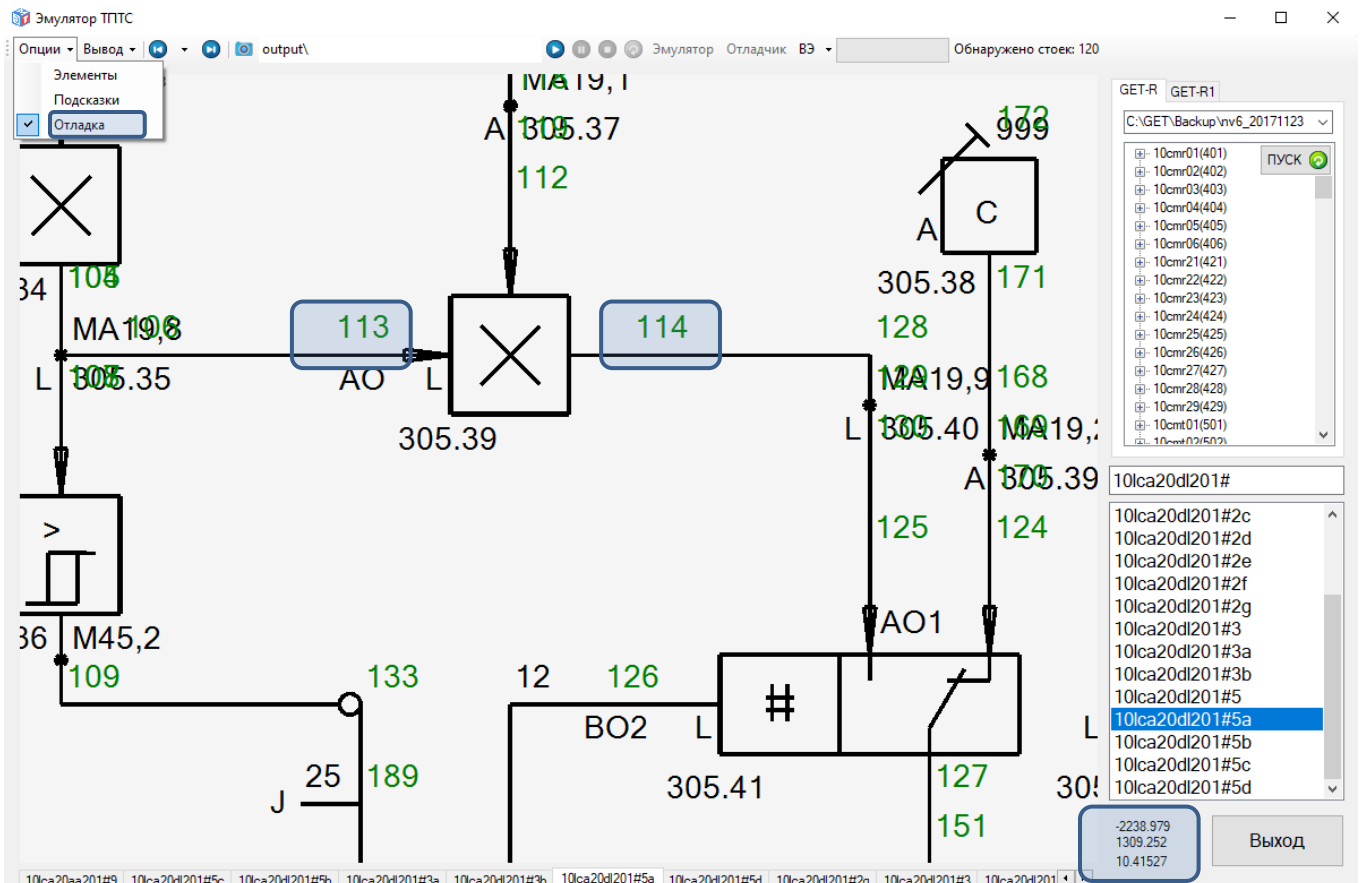

Рисунок 13 – Активация опции «Отладка» и результат ее выполнения
7.3.5 Вывод отладочной информации о параметрах графических объектов совместно с графическим изображением функционального плана активируется с помощью кнопки «Отладка» в меню «Опции» на панели инструментов (см. рисунок 13).